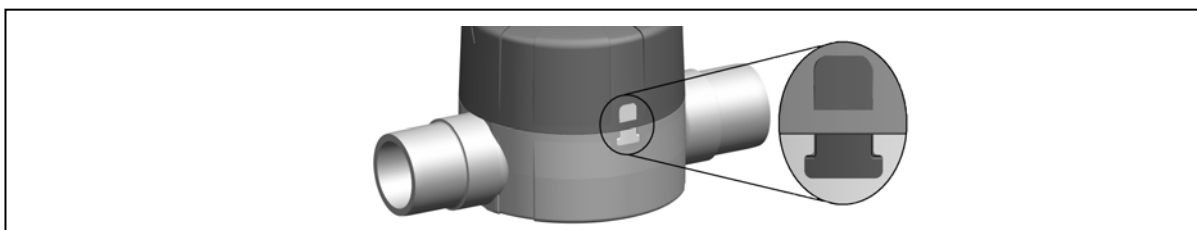

Abb. 26
- und der halbrunde Indikator an Gehäusemutter mit dem Rasterelement am Ventilkörper fluchtet, siehe Abb. 26